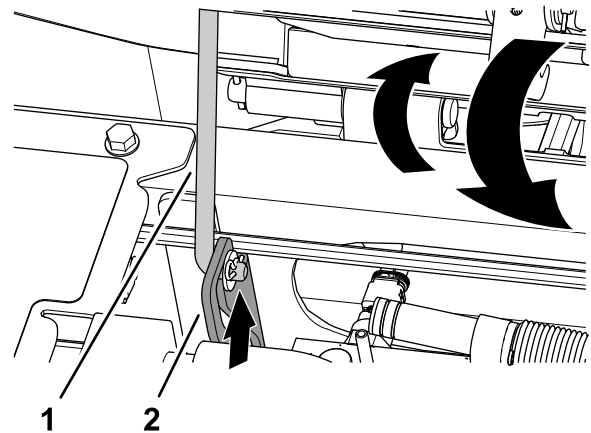

Figura 65
1. Rotiți ușor scaunul, ridicați tija de susinere din creștătura fantei de susinere a scaunului (Figura 65).